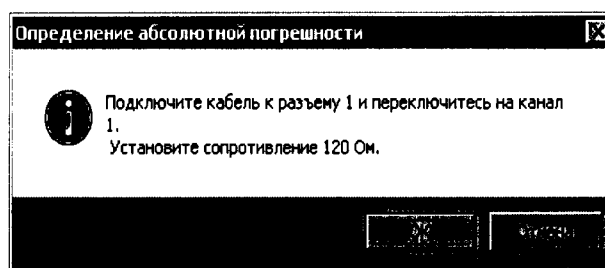

Рисунок 14 - Окно «Определение абсолютной погрешности»
4.4.20 В рабочей области задачи нажать кнопку «Запуск», после чего появится окно «Определение абсолютной погрешности» с надписью «Подключите кабель к разъему 1 и переключитесь на канал 1. Установите сопротивление 120 Ом» (Рисунок 14).
4.4.23 С помощью переключателей магазина сопротивлений установить значение сопротивления 120 Ом и нажать на кнопку «ОК» в появившемся окне «Определение абсолютной погрешности» (Рисунок 14).